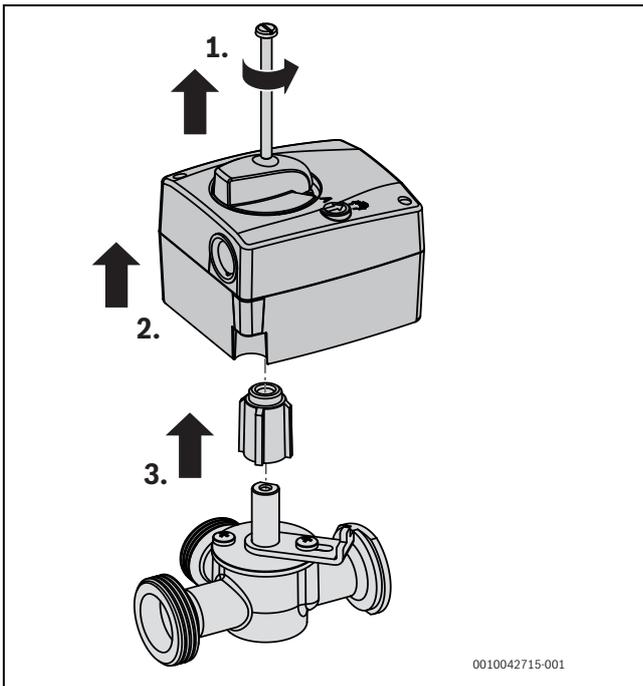

Fig. 34 Retirer le servomoteur de vanne mélangeuse
- ▶ Retirer la vis de l'interrupteur rotatif et enlever le moteur avec la douille d'entraînement (→ fig. 34).